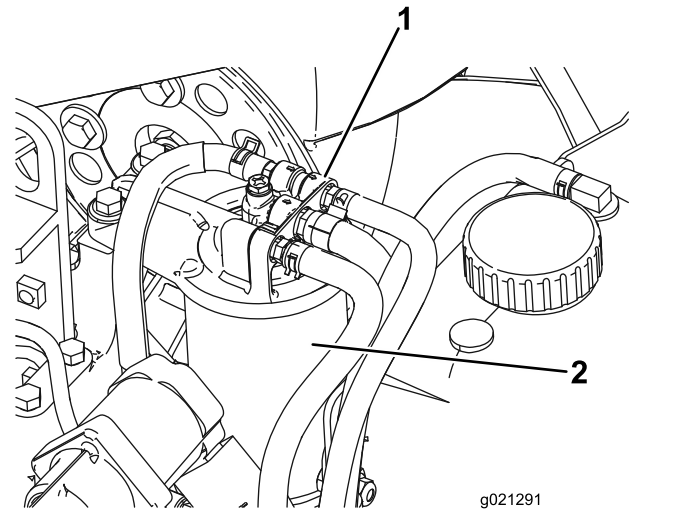

Figure 84
1. Nettoyez la surface autour de la tête du filtre à carburant (Figure 84).
2. Déposez le filtre et nettoyez la surface de montage de la tête du filtre (Figure 84).